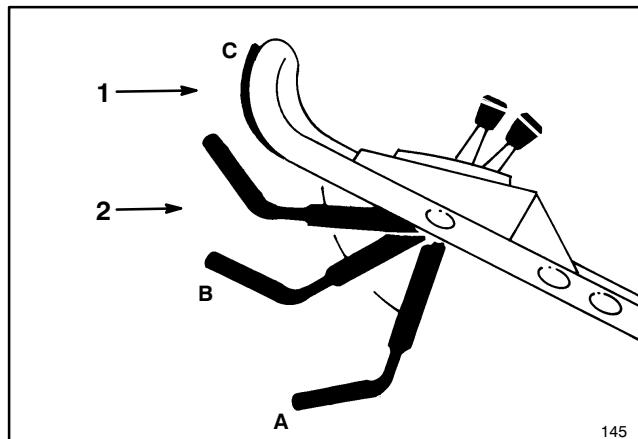

Figure 11
7. FONCTIONNEMENT DE LA LAME ET FONCTIONNEMENT EN TRACTION (fig. 11) —
8. ARRET (fig. 11) — Relâchez la barre de commande pour arrêter l'entraînement de traction et la lame. Placez le contrôle de vitesse au sol en position "N" sur les modèles auto-propulsés. Pour arrêter le moteur, placez le commande des gaz en position OFF  (ARRET). Débranchez le câble de la bougie si la tondeuse n'est pas en usage ou n'est pas surveillée.